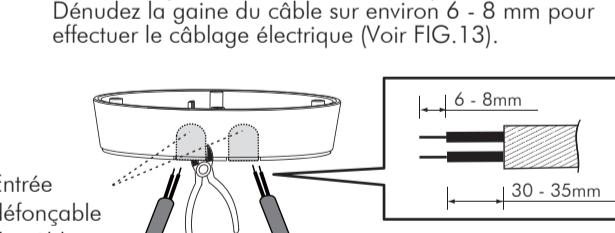

FIG. 13
3.4.3.2 Pour faire passer les câbles d'alimentation CA à travers le côté de boîte de jonction, veuillez utiliser les pinces à couper pour briser les entrées défonçables de câble situées sur le côté de la boîte de jonction et insérez ensuite les câbles dans la boîte de jonction et servez-vous en pour l'alimentation. Dénudez la gaine du câble sur environ 6 - 8 mm pour effectuer le câblage électrique (Voir FIG.13).